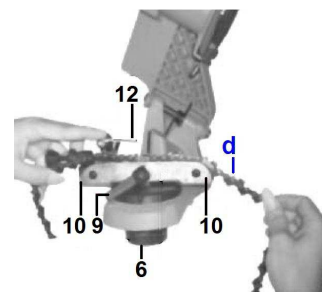

Fig.6
4.6.1 - installazione della catena (Fig.6)
Regola l'angolo del tavolo girevole (8) grazie a la rotella di regolazione (6) (ved.Fig.6).